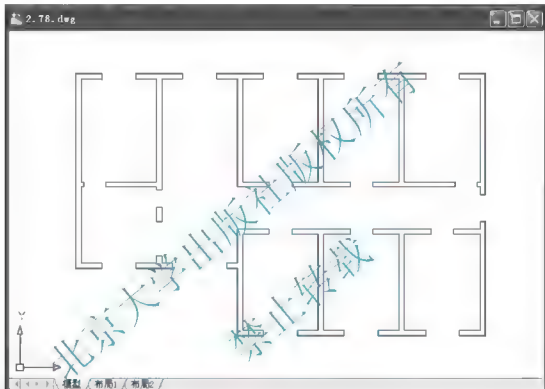

图 2.65 绘制其他门窗洞口线
(3) 参照“图 B1 办公楼底层平面图”的尺寸,绘制出其他房间的门窗洞口并剪切成如图 2.65 所示的状态。